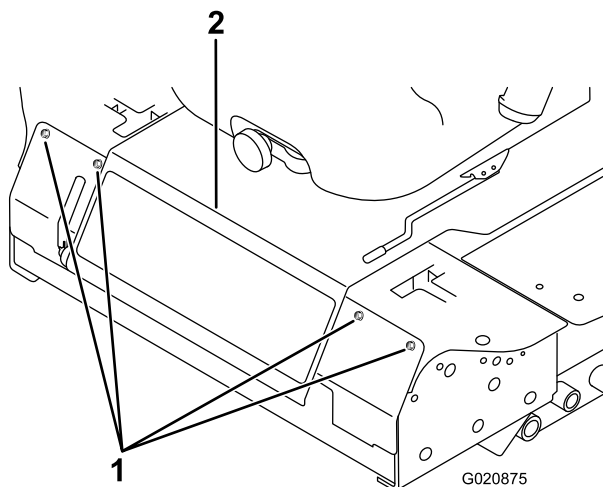

Bild 57
3. Nehmen Sie die Schrauben ab, mit denen die Frontplatte befestigt ist, und nehmen Sie sie ab (Bild 57).